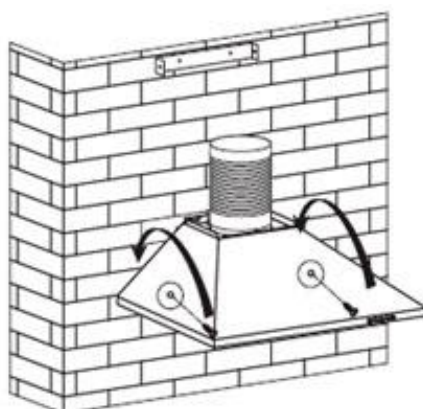

Рис. 5
- Повесьте прибор на крепление и закрепите его с помощью 2-х предохранительных винтов (4 мм x 30 мм). Смотрите рис. 5.